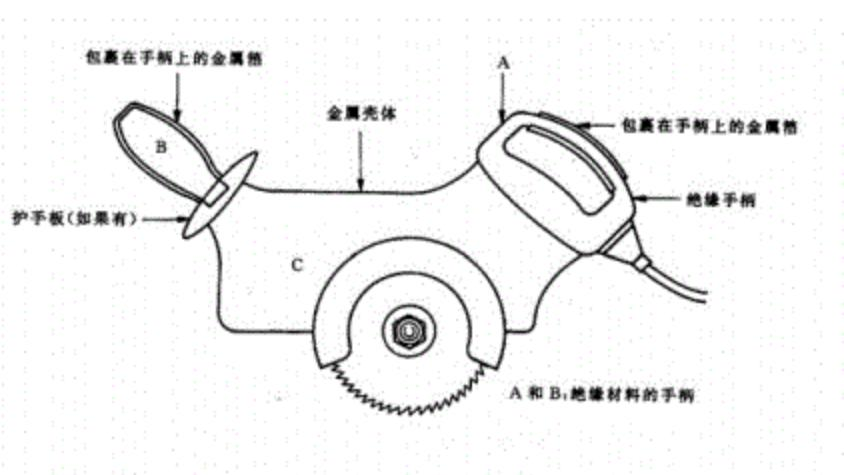

图 11 具有模拟手的手持式电锯
- d) 如果 EUT 有两个绝缘材料手柄 A 和 B 以及一个金属外壳 C, 例如一个电锯 (见图 11), 则手柄 A 和 B 的四周要包上金属箔。而 A 和 B 上的金属箔要和金属外壳 C 连接起来, 并接到 RC 元件的 M 端。